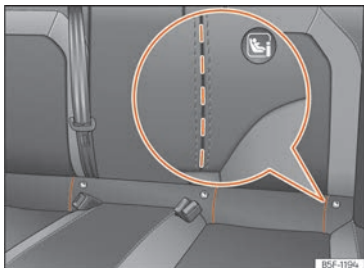

Fig. 27 Banquette arrière : fentes découpées pour accéder aux anneaux de fixation ISOFIX/i-Size.
neaux de fixation « ISOFIX ». Sur certains véhicules, les anneaux sont fixés à l'armature de siège et à d'autres sur le plancher arrière. Les anneaux « ISOFIX » se trouvent entre le dossier et le coussin de la banquette arrière » **fig. 27**, » **fig. 28**. Les anneaux Top Tether se trouvent généralement au dos de la ban-
- Procédez d'abord à l'ouverture manuelle de la prédécoupe située derrière les rainures signalées pour accéder aux œillets de retenue »» **fig. 27**.